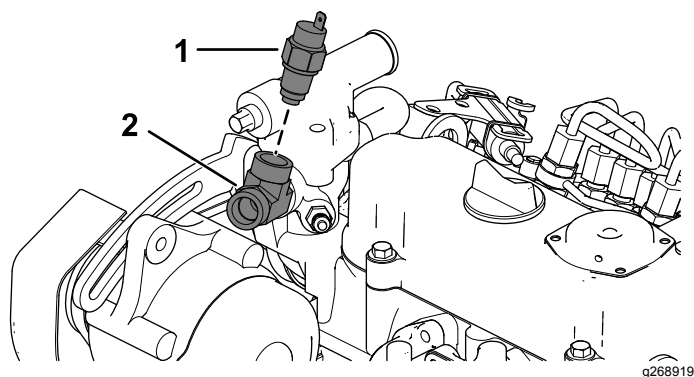

Рисунок 15
- B. Установите тройник (Рисунок 15).
- C. Установите реле температуры (Рисунок 15).